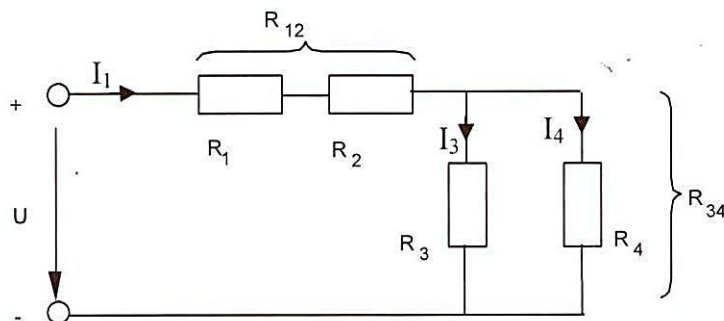

Рис. 4.1. Смешанное соединение резисторов
Измерить токи, напряжения и мощность в цепи при смешанном соединении резисторов (Рис. 4.1). Проверить результаты измерений расчётом. Проверить выполнение первого и второго законов Кирхгофа и выполнение баланса мощностей.
5.4. Выполните расчёт параметров электрической цепи (Рис. 4.1) при $U = 15 \text{ В}$ и номинальных значениях сопротивлений R_1, R_2, R_3, R_4 .